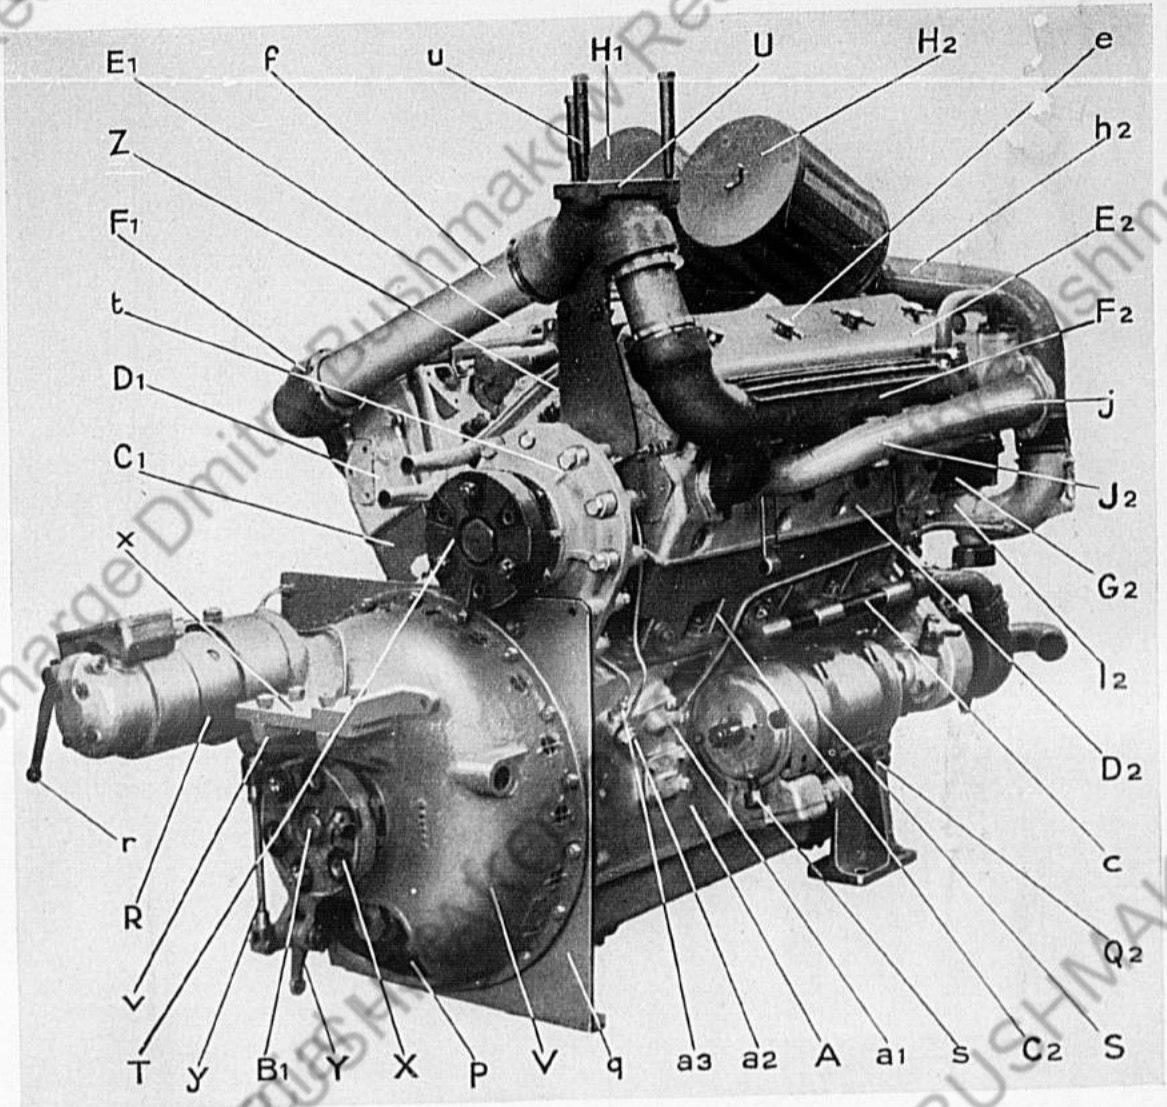

Bild 2. Motor. Rückansicht und rechte Seite.
Auf der Rückseite befindet sich das Hauptkupplungsgehäuse (V) (Bild 2). Dieses Gehäuse trägt die Lagerung des elektrischen Anlassers (R) sowie eine Brücke (v) zum Befestigen des Vordersteiles des Getriebegehäuses (Bild 2).